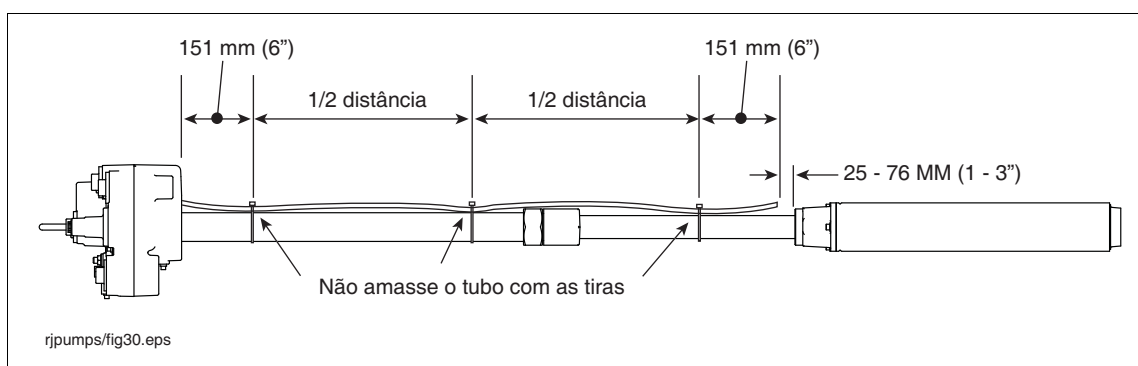

Figura 13. Encaixe do tubo de retorno na bomba
9. Prenda o tubo de retorno do sifão ao tubo de comprimento usando tiras de contenção. Coloque as tiras de retenção a aproximadamente 152 mm de distância da câmara, 152 mm de distância do bocal de descarga e no meio do tubo (ver Figura 13).